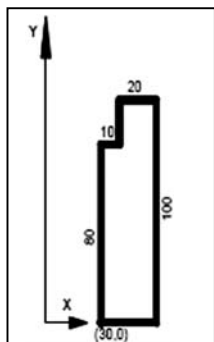

Рис. 7.19.
4. Начертить заготовку для вращения (рис. 7.19), используя команду «ПЛИНИЯ». Контур замкнуть при помощи опции «Замкнуть».